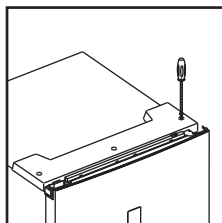

Рисунок 22
13. Прикрутите пластиковую панель шурупками (рис. 22).